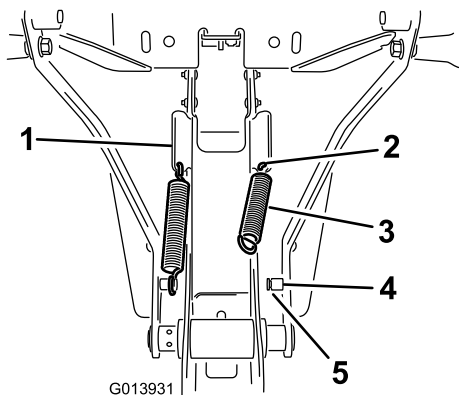

図 13
1. フレーム・アセンブリの側面にあるアングル・タブの下端についている穴にスプリングを取り付ける図 13。
2. スプリングの一方の端を穴に引っ掛け、もう一方の端をスプリングポストに引っ掛ける図 13。
3. スプリングの端部が柱の溝に適切にはまっていることを確認する図 13。